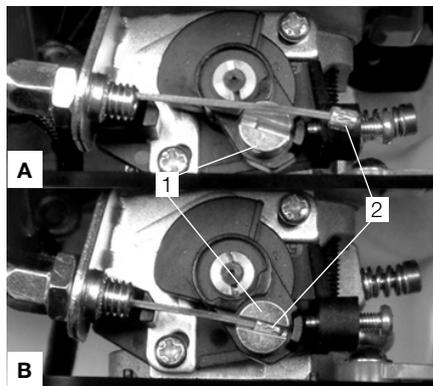

Рис. 5 Установка троса газа
7. Полностью проденьте трос газа через регулировочный винт до тех пор, пока оболочка троса газа не упрётся в регулировочный винт (Рис. 5А).
8. Пальцами проверните кронштейн оси дроссельной заслонки по часовой стрелке (смотреть сверху) и введите наконечник троса газа в прорезь на бобышке. Отпустите кронштейн оси дроссельной заслонки, наконечник троса газа должен остаться в бобышке (Рис. 5В).